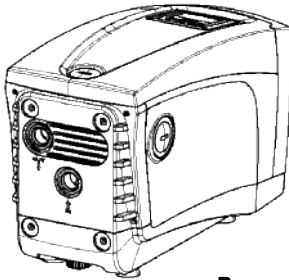

Rysunek 3
- Wewnątrz wnęki technicznej znajduje się (patrz rys. 3).
Zbiornik wyrównawczy został napełniony sprężonym powietrzem poprzez zawór dostępny z wnęki technicznej (rys. 3 punkt 1). Wartość napełnienia dostarczanego przez producenta zbiornika wyrównawczego jest zgodna z ustawionymi domyślnie parametrami SP i RP oraz spełnia następującą zależność: